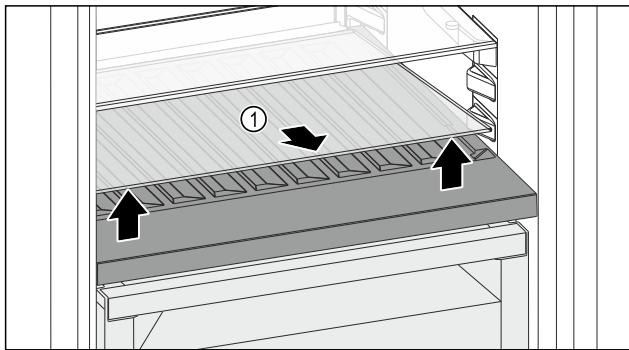

Fig. 156
- ▶ 抬起前部槽上的玻璃隔板 Fig. 156 (1) 并取出。
- ▶ 将玻璃隔板 Fig. 156 (1) 稳妥地放在冰箱外。